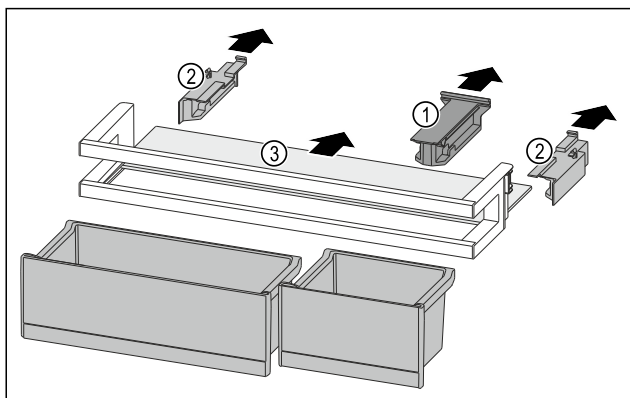

Fig. 242
- Hiqni pjesën mbajtëse Fig. 242 (1).
- Hiqni pjesët anësore Fig. 242 (2).
- Hiqni raftin mbajtës Fig. 242 (3).